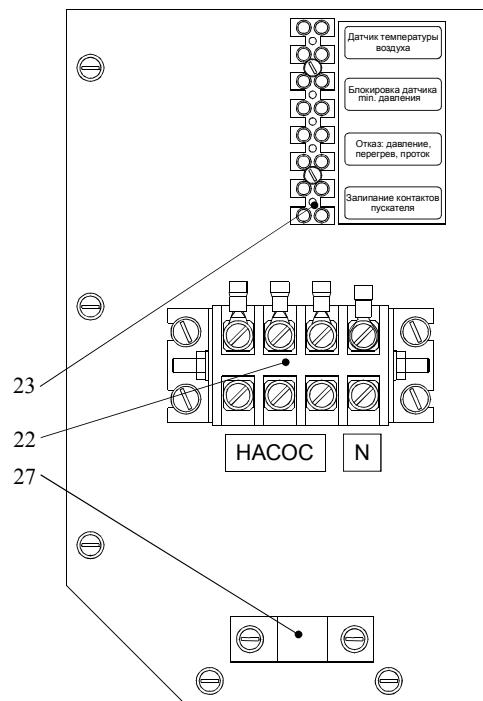

Рис.3 Панель подключения внешних устройств
4.1.5 Панель подключения внешних устройств включает в себя два клеммника. Четырехконтактный клеммник (22 рис.3) для подключения по питанию внешнего трехфазного циркуляционного насоса и ввода в прибор рабочего нуля (цепи управления 220В). Восьмиконтактный клеммник (23 рис.3) для подключения внешних устройств. Кабель насоса закрепляется с помощью скобы (27). Места подключения обозначены с помощью аппликаций.
7.2.6 При подключенном через клеммник "Датчик температуры воздуха" (Рис.3) внешнем датчике температуры воздуха прибор переходит в режим управления по температуре воздуха в помещении, где установлен датчик. Ручка терморегулятора **ТЕМПЕРАТУРА** должна находиться в крайнем правом положении.
4.2.2 Для организации дистанционной индикации отказов прибора на клеммную колодку (23, Рис. 3) выведены сигналы "Отказ: давление, перегрев, проток" и "Залипание контактов пускателя" от соответствующих реле на плате управления. Контакты реле предназначены для работы в цепях переменного и постоянного тока в диапазоне напряжений 0-250В. Допустимый ток коммутации 5А. При аварийной ситуации контакты реле замыкаются.